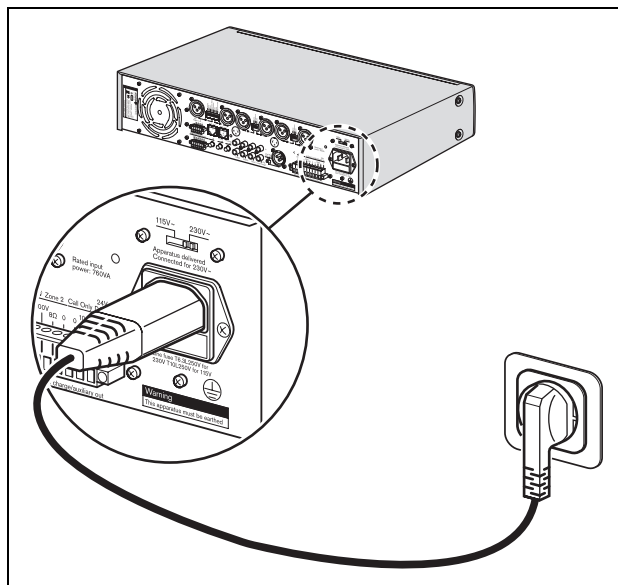

figura 3.2: Ligação eléctrica e selector de tensão
- 1 Certifique-se de que o selector de tensão (115V/230V) está correctamente regulado para a corrente utilizada no país (consulte a figura 3.2).